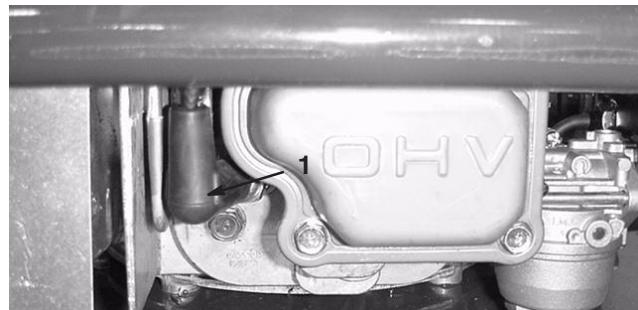

Bild 17
1. Stellen Sie sicher, dass das Zündkabel auf die Zündkerze gesteckt ist (Bild 17).